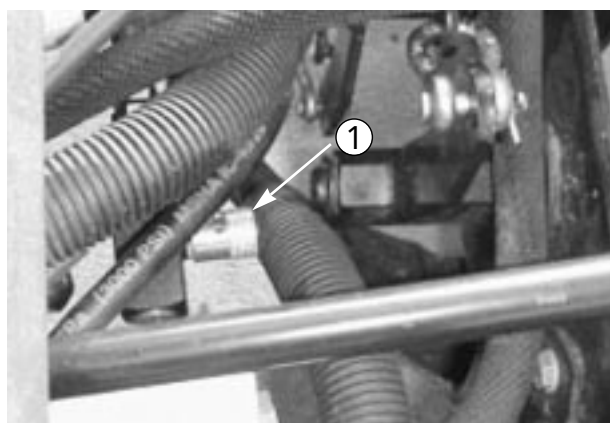

図 63
1. 調整バルブ（図63）は左前昇降シリンダ（フットレストの下）に付いている。